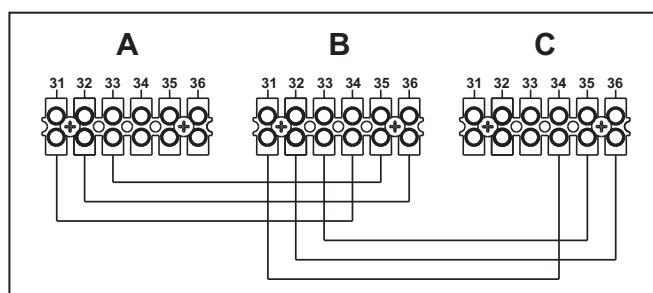

fig. 53 - Montage en cascade
1. Relier les modules comme le montre la fig. 53 (exemple avec 3 modules)
Si cela ne se produit pas, couper l'alimentation électrique et contrôler le câblage fig. 53.